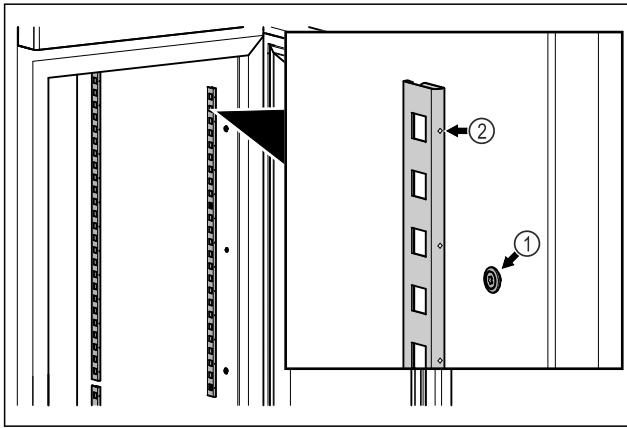

Fig. 58 Ενδεικτική απεικόνιση
- ▶ Αναρτήστε τα προφίλ ασφάλισης στην ανάρτηση Fig. 58 (1). Το σημάδι Fig. 58 (2) πρέπει να δείχνει προς τα εμπρός.